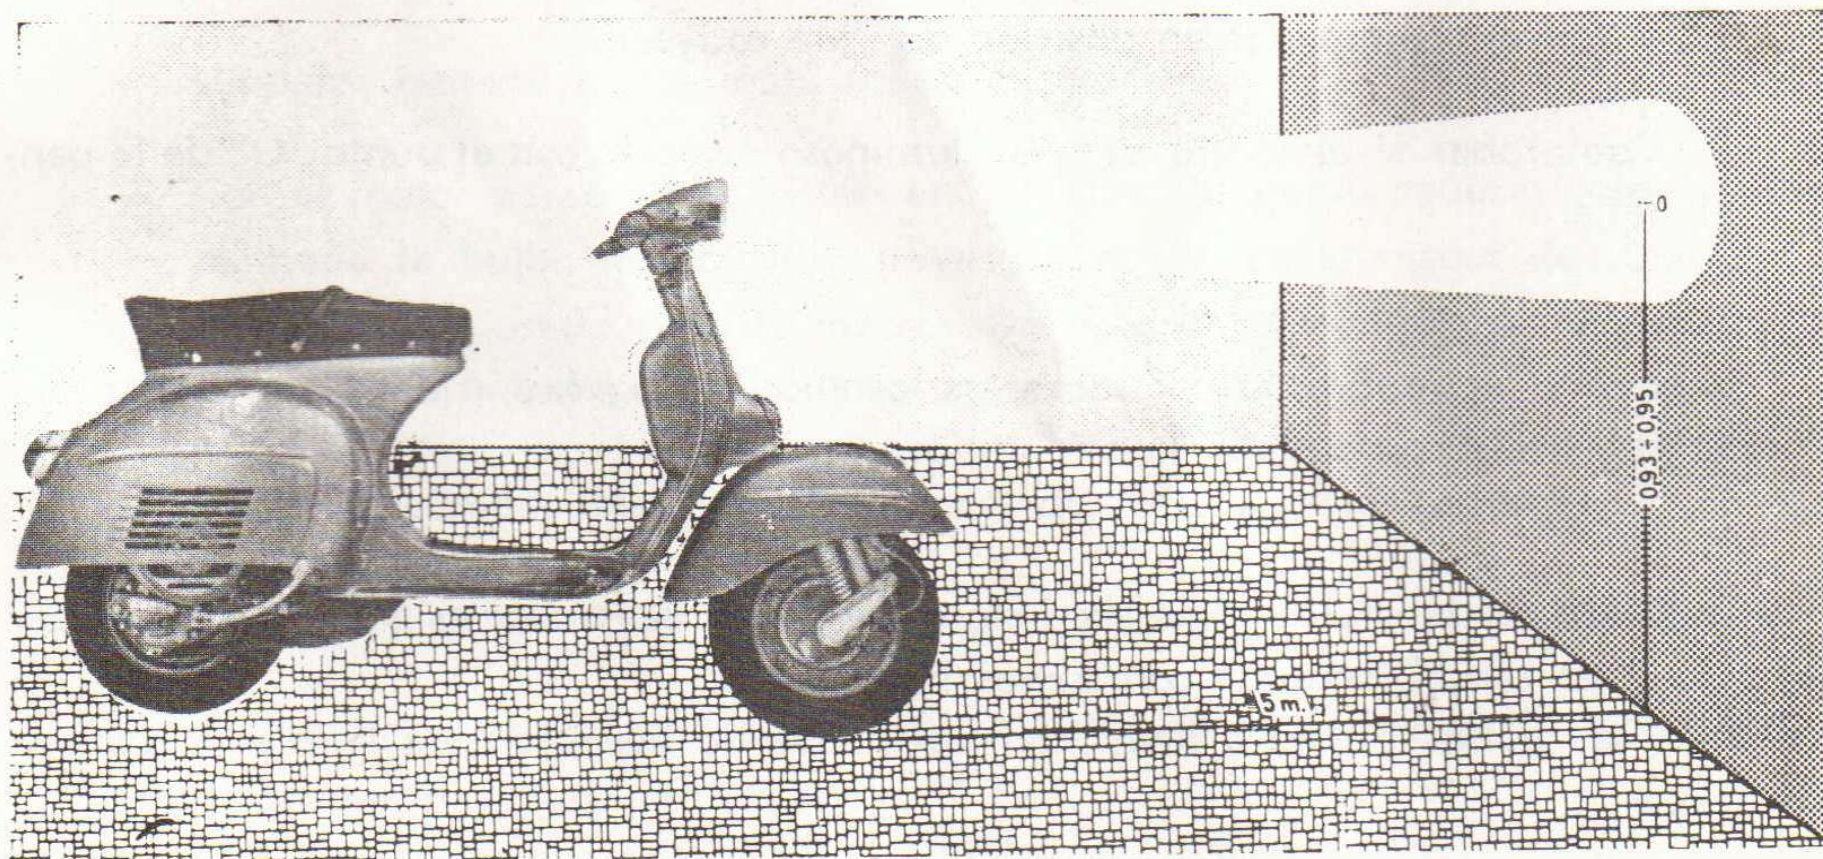

Fig. 14.—Regulación faro.
- Disponer la Vespa en llano, frente a una pared, y marcar un punto "O", según las cotas indicadas en la fig. 14.